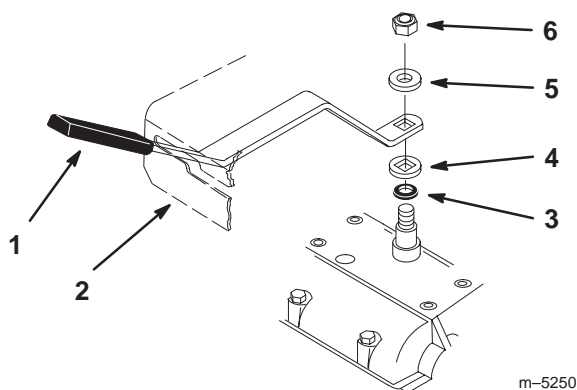

Bild 4
2. Schieben Sie den Schalthebel durch das Armaturenbrett und fluchten das Befestigungsloch im Hebel mit dem Vierkant der Getriebewelle aus. Sichern Sie den Hebel mit der vorher entfernten Federscheibe und Sicherungsmutter (Bild 4) am Getriebe ab.
3. Montieren Sie die Federscheibe (mit Wölbung nach unten) und die Sicherungsmutter (Bild 4).